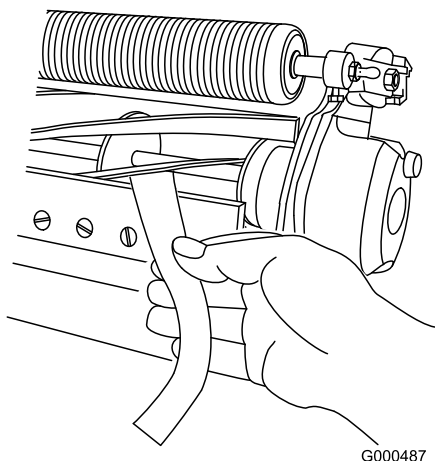

图11
- B. 在滚刀与底刀之间插入一长条剪切性能纸纸要与底刀垂直 图11 然后 **缓慢** 向前旋转滚刀此操作应能切断性能纸如果不能请重复步骤 **A** 和 **B** 直至切断为止。
11. 在滚刀与底刀之间插入一长条剪切性能纸 Toro 零件号 125-5610 纸要与底刀垂直 图11 然后缓慢向前旋转滚刀此操作应能切断性能纸如果不能将每个底刀架调节螺栓都顺时针旋转 1 格直至切断为止。